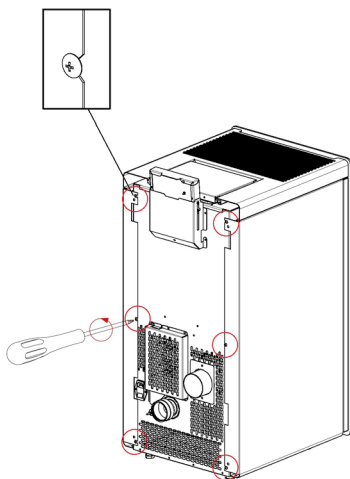

Fig. 65 - Schrauben lösen
- Die 4 hinteren Schrauben herausdrehen (siehe **Fig. 65 a pag. 28**).
- Die 6 hinteren Schrauben herausschrauben (siehe **Fig. 65 a pag. 28**).